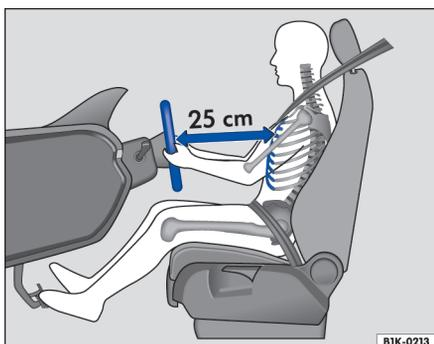

图 59 示意图：驾驶员的正确坐姿
- 调整好驾驶员座椅或方向盘，使方向盘与胸部之间的距离至少为25cm⇒图 59。如果没有保持上述最小距离，则安全气囊系统无法对您进行保护，会有生命危险！